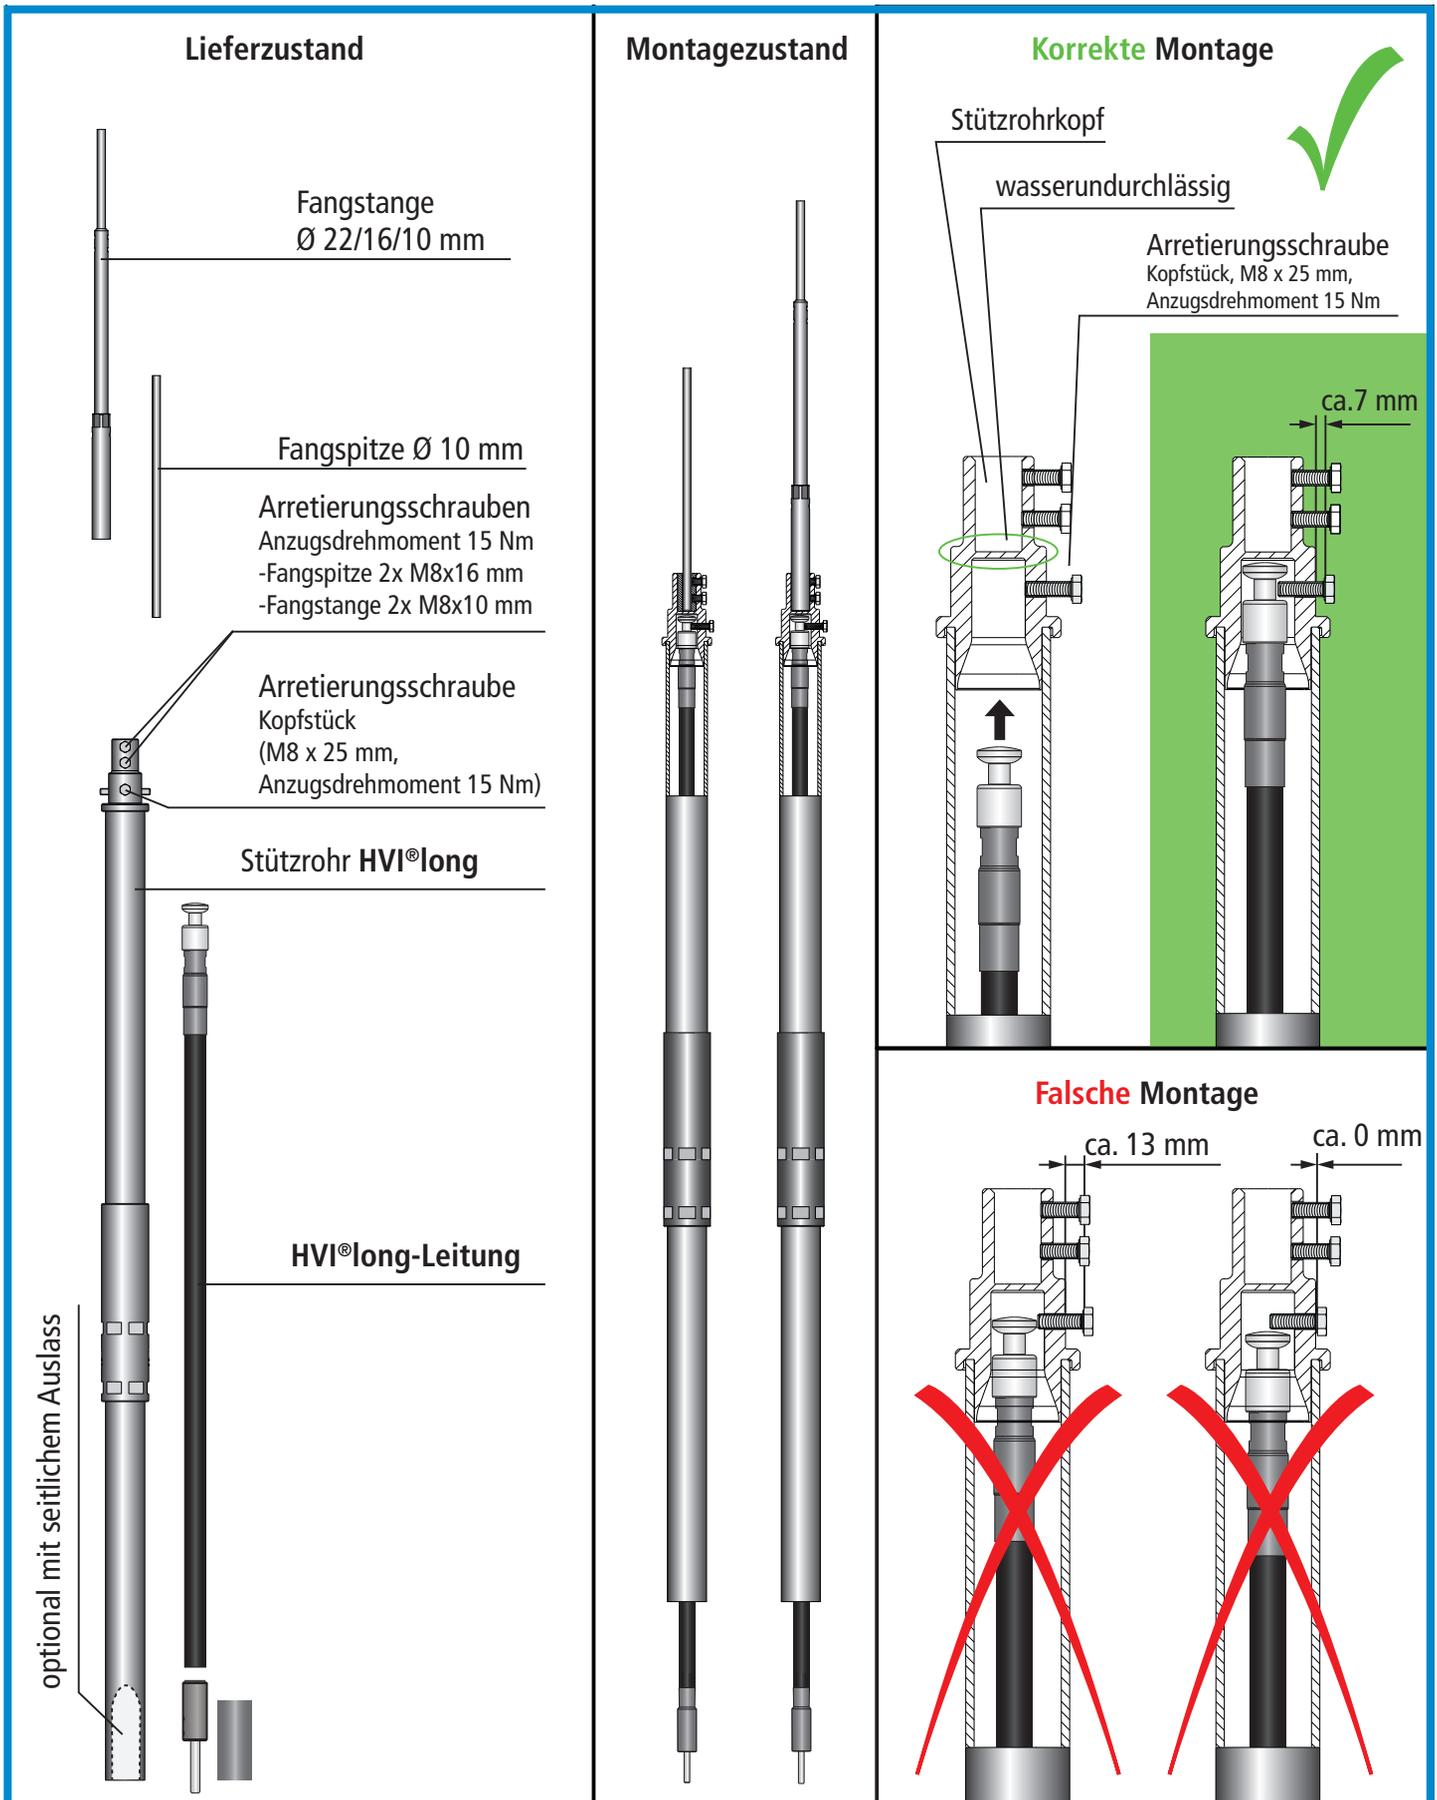

Bild 6 Montage des Kopfstückes im Stützrohr
Vor der Montage des Stützrohres ist die konfektionierte **HVI®long-Leitung** mit montiertem Kopfstück voran in das Stützrohr einzuführen und zu befestigen (siehe hierzu auch Bild 6, Seite 21).
- ➔ Die ordnungsgemäße mechanische Befestigung der **HVI®long-Leitung** im Stützrohr ist zu überprüfen! (siehe Bild 6). Die korrekte Montage kann mit einem leichten Zug am Austritt der Leitung überprüft werden.
innenverlegten **HVI®long-Leitung** vollständig einzuschrauben (siehe auch Bild 6, Seite 21), gegebenenfalls kann bei zu weit herausragender Schraube die nachfolgende Montage nicht erfolgen.